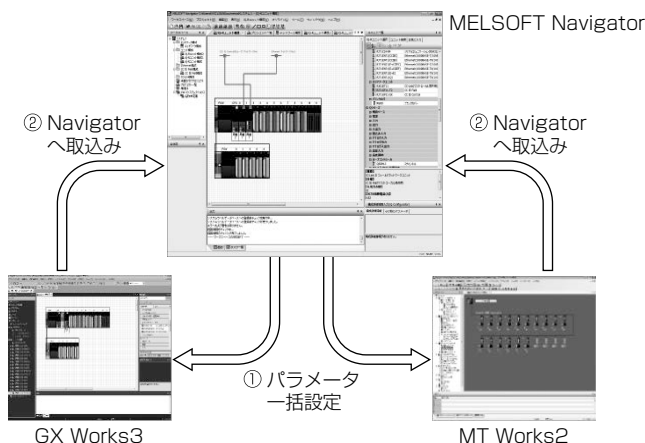

図2. パラメータ設定
iQ Works Version 2では、これらのパラメータ設定作業の効率化のために“Navigatorから個別エンジニアリングS/Wへのパラメータ一括設定する機能(図2①)”，及び“個別エンジニアリングS/WからNavigatorにパラメータを取り込む機能(図2②)”を提供する。